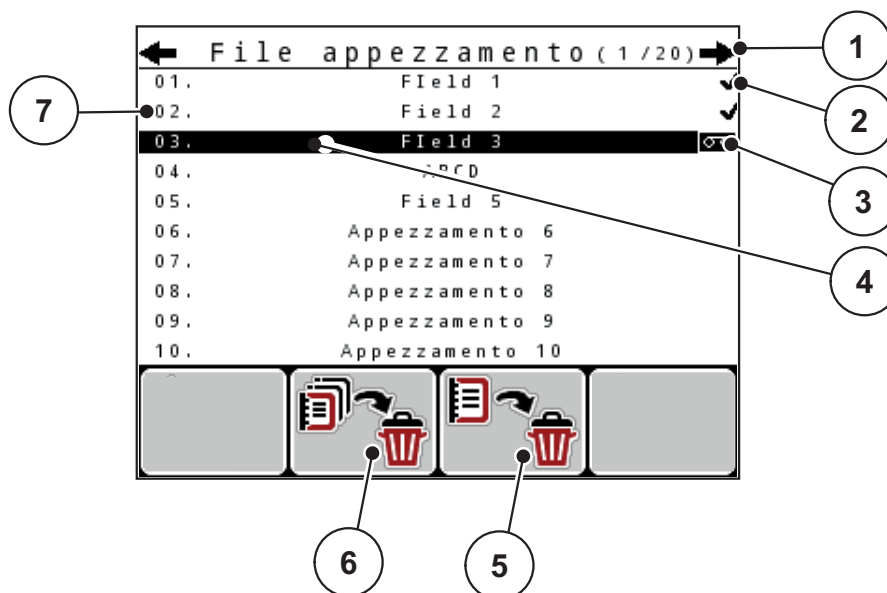

Figura 4.21: Menu File appezzamento
3. Premere il tasto funzione **F3** sotto il simbolo **Cancella** (vedere figura 4.21).
2. Premere il pulsante funzione **F2** sotto il simbolo **Cancella tutti** (vedi figura 4.21).